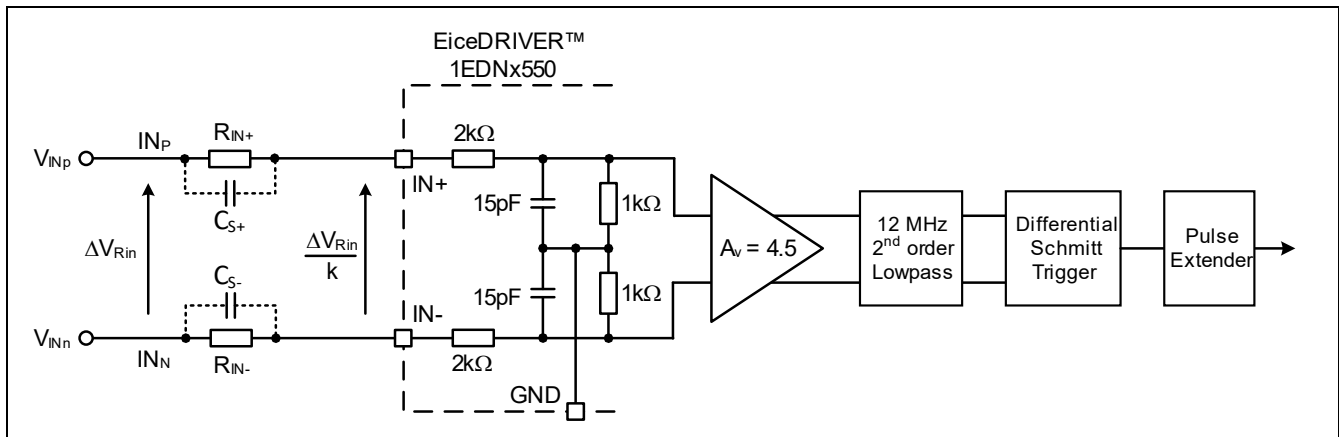
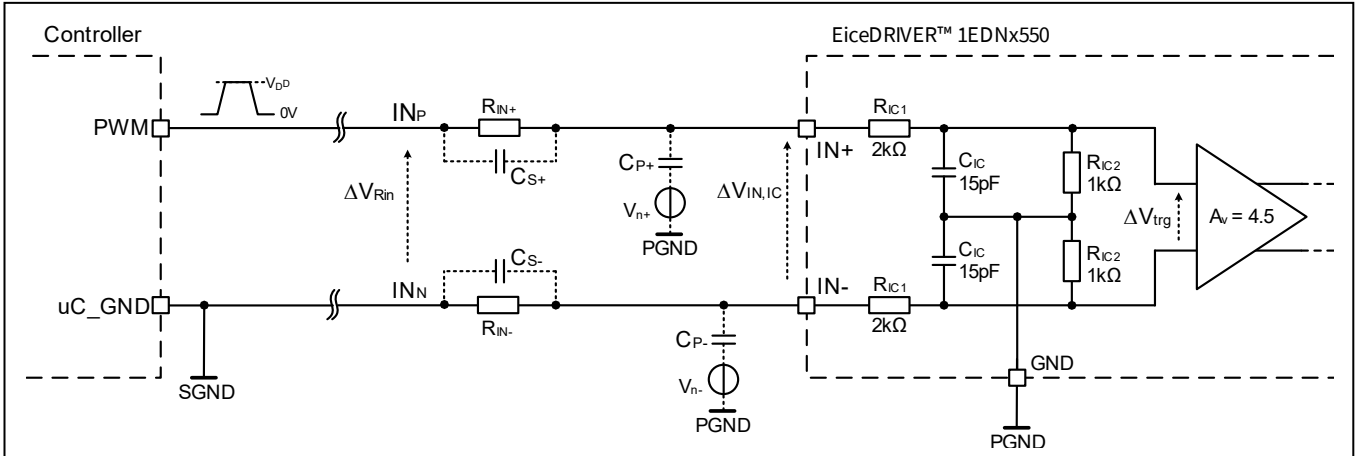

图3 EiceDRIVER™ 1EDNx550 栅极驱动器 IC 的 TDI 输入级
图 14 EiceDRIVER™ 1EDNx550: 输入信号的等效电路模型
两个输入电阻器  $R_{IN+}$  和  $R_{IN-}$  为 EiceDRIVER™ 1EDNx550 正常运行所必需，因其可抑制共模电压并调节 PWM 电压，如图 3 所示。
第 3.1.1 节中提到的两个关键点可借助图 14 所示的完整等效电路进行定量分析，该电路将 PCB 寄生电容  $C_{P+}$  和  $C_{P-}$  加入已在图 3 中展示模型。
在图 14 中，控制器生成幅度为  $V_{DD}$  的单端 PWM 信号，并布线为从控制器到输入电阻器  $R_{IN+}$  和  $R_{IN-}$  的差分对  $IN_P/IN_N$ （即走线靠近）。两个输入电阻器应尽可能靠近栅极驱动器 IC。
表 2 图 14 所示等效电路模型中各元件的说明
1 根据公式 [1] 和图 14，引脚  $IN+$  与  $IN-$  之间的峰峰电压  $\Delta V_{IN,IC}$  为  $V_{DD}/k$ 。
根据图 14 所示模型，从噪声角度来看， $\Delta V_{IN,IC}$  电压以及相关 IN+ 和 IN- 网络最为关键。这证实了在布线期间必须控制布局对称性以及 PCB 寄生  $C_{P+}$  和  $C_{P-}$ ：确保 IN+ 和 IN- 输入走线的对称性，并避免电容耦合至任何开关或噪声网络，是实现最佳性能和表 1 所列 CMR 水平的基础。
- 3) 通过尽可能靠近栅极驱动器 IC 布置电阻器 RIN+ 和 RIN-，最大程度减小 CP+ 和 CP-。CP+ 和 CP- 越小，Vn+ 和 Vn-（参见图 14）对输入信号的影响就越小
- 3) 通过尽可能靠近栅极驱动器 IC 布置电阻器  $R_{IN+}$  和  $R_{IN-}$ ，最大程度减小  $C_{p+}$  和  $C_{p-}$ 。 $C_{p+}$  和  $C_{p-}$  越小， $V_{n+}$  和  $V_{n-}$ （参见图 14）对输入信号的影响就越小。